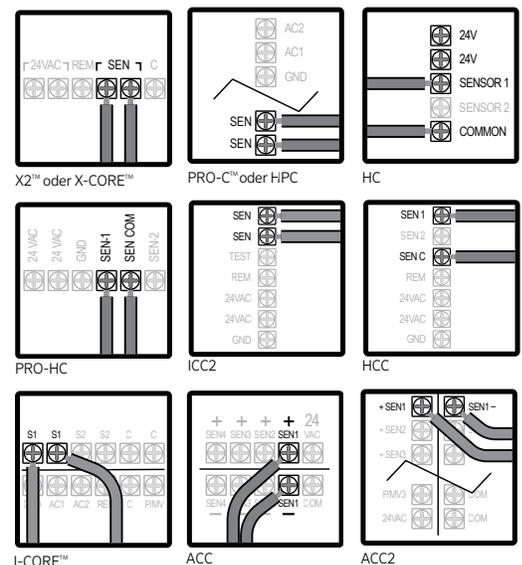

Abbildung 4
- Klemmen Sie eine Ader an den „SEN“ Anschluss und die andere an den anderen „SEN“ Anschluss (Abb. 4).